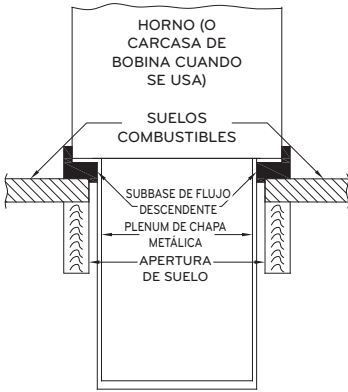
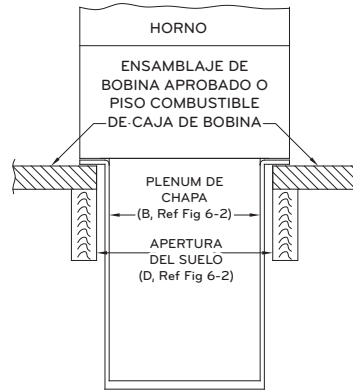

Fig. 6-3 Horno, plenum y subbase instalados sobre un piso combustible
Fig. 6-4 Horno, plenum y conjunto de bobinas a caja de bobinas instalada sobre un suelo combustible
4. Si se utiliza una subbase de flujo descendente, instálela como se muestra en la Fig. 6-3. Si se utiliza el conjunto de bobina o la caja de bobina, instálelo como se muestra en la Fig. 6-4.